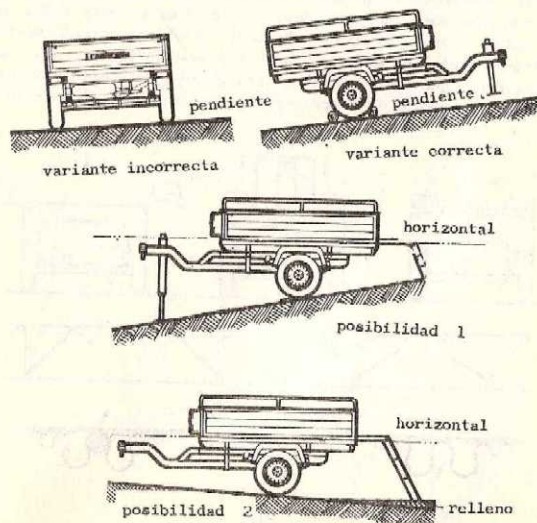

fig. 4
1. Proceda a elegir el terreno adecuado de acuerdo a los consejos que le damos en el capítulo siguiente y alíñele correctamente la caja del Rodacamping buscando colocar la lanza de remolque en el sentido más favorable a su regulación de altura (fig.4).